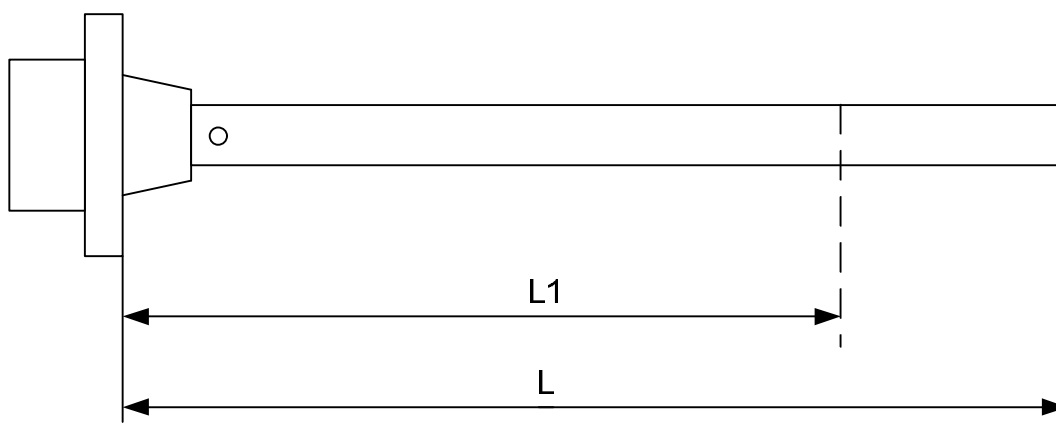

Рис. 3
- 3) Отрезать ножовкой (или другим подходящим инструментом) длину $L1$ изделия таким образом, чтобы линия среза была строго перпендикулярна продольной оси изделия (рис. 3);
При настройке датчика топлива необходимо указать фактическую длину трубы L1 - от пластмассовой головной части датчика до торца трубы (рис.3).